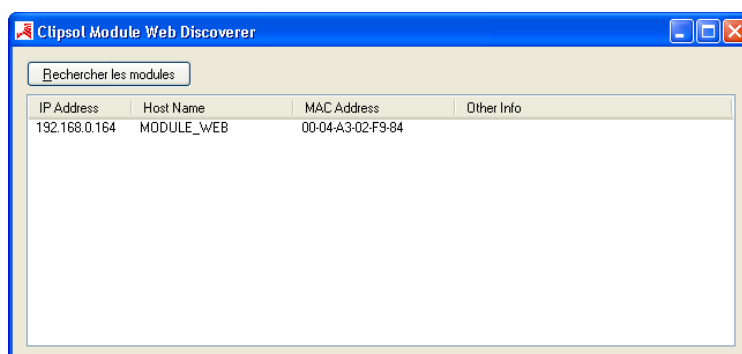

Figure 7
1. Si vous êtes sur un PC Windows télécharger le programme «Clipsol Module Web Discoverer» sur le site internet de Clipsol dans la section « Bibliothèque puis Logiciels » ou à l'adresse suivante : http://www.clipsol.com/document/doc_download/441-logiciel-clipsol-module-web-discoverer.html et lancer le programme depuis un PC branché sur le même réseau informatique que le module web par exemple via une connexion filaire ou par Wifi. Celui va trouver ce dernier et afficher son adresse IP Figure 7